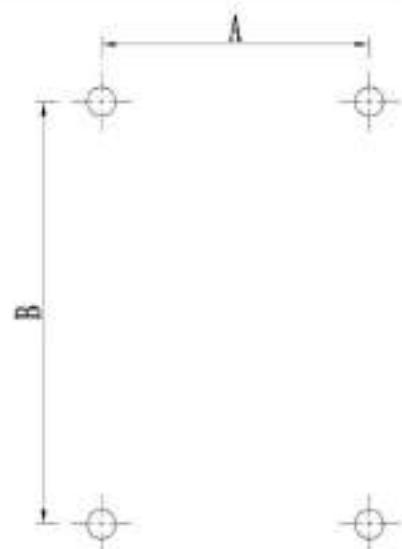

图 3-6 A~G 尺寸机型安装固定孔示意图
1) 为保证变频器的正常运行，需要对变频器进行可靠地固定，请按附表 3-3 和图 3-6 预先打好安装固定孔，并按附表 3-3 使用指定紧固件。